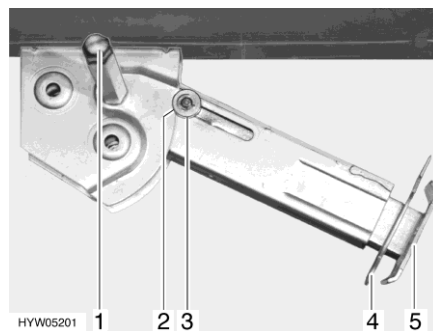

Bild 49 Hubstütze
- Am Sechskant (Bild 49,1) den Steckschlüssel aufstecken und drehen, bis die Hubstütze senkrecht nach unten steht.
- Splint (Bild 49,4) aus der Stützfußverlängerung (Bild 49,5) herausziehen.
- Am Sechskant (Bild 49,1) den Steckschlüssel aufstecken und drehen, bis die Hubstütze wieder vom Boden frei ist.
- Stützfußverlängerung (Bild 49,5) ganz einschieben und Splint (Bild 49,4) in die vorgesehene Bohrung an der Stützfußverlängerung stecken.
- Mit Steckschlüssel am Sechskant (Bild 49,1) drehen, bis Hubstütze nach oben geschwenkt und die Führungsscheibe (Bild 49,3) vollständig in die Kerbe (Bild 49,2) eingefahren ist.